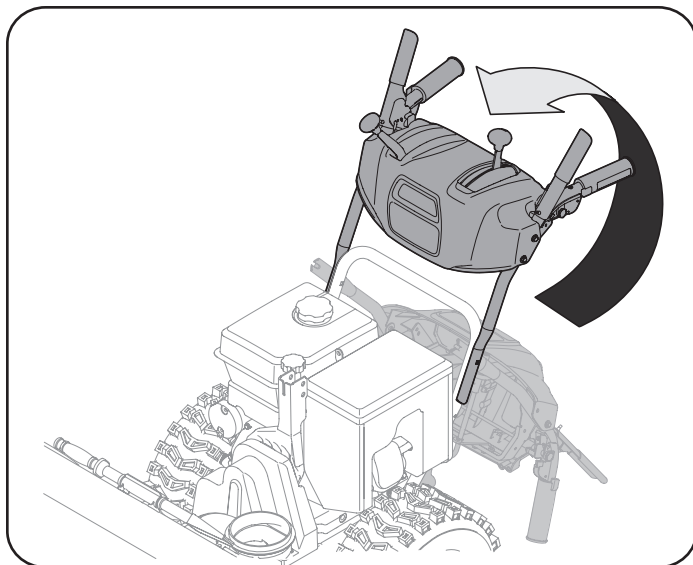

Figura 5
4. Coloque la palanca de cambios en la posición de avance (F) 6 o en la velocidad más rápida hacia adelante (si viene equipada).
5. Tire hacia arriba y hacia atrás de la manija superior, tal y como se muestra en la Figura 5. Cuando usted levanta el mango hacia arriba, asegúrese que ambos finales del cable de centro son colocados correctamente en los soportes. Alinee la manija superior con la manija inferior.